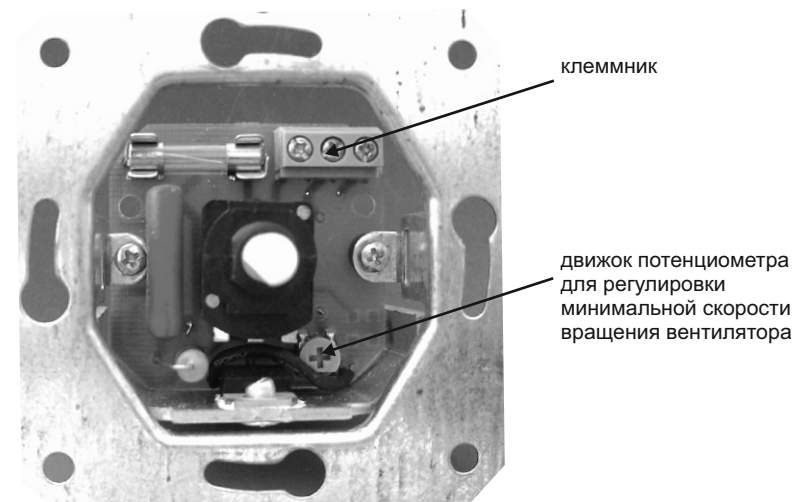

Рис.2. Регулировка минимальной скорости
- установить регулятор в монтажную коробку таким образом, чтобы клеммник (смотри рис.2) располагался сверху, и закрепить шурупами;
- при помощи отвертки с изолированной рукояткой вращать движок потенциометра (смотри рис.2), доведя скорость вращения вентилятора до минимальной;